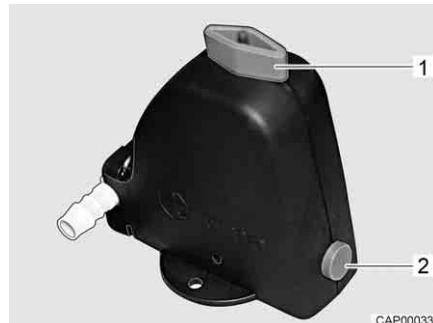

Fig. 149 Valvola di sicurezza/di scarico
- Chiudere la valvola di sicurezza/di scarico (Truma). A tal fine ruotare la manopola (Fig. 149,1) verticalmente rispetto alla valvola di sicurezza/di scarico e premere verso l'interno il bottone automatico (Fig. 149,2). Con temperature inferiori a 6 °C non è possibile chiudere la valvola di sicurezza/di scarico. Per questo motivo è necessario inserire il riscaldamento dell'abitacolo ed aspettare che la temperatura della valvola di sicurezza/di scarico salga sopra gli 6 °C.